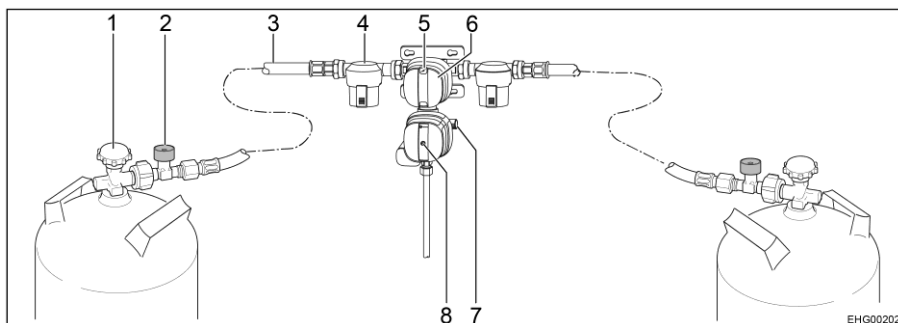

Bild 133 Säkerhetsgastryck-styrssystem DuoControl CS
DuoControl-styrssystemet består av en omkopplingsventil och en crashsensor. DuoControl-styrssystemet är monterat mellan högtrycksslangarna (Bild 133,3) med slangbrottssäkring (Bild 133,2). Med vredet (Bild 133,6) på omkopplingsventilen ställer du in vilken gasflaska som ska användas som driftflaska och vilken som ska användas som reservflaska.
I fönstret (Bild 133,5) visas gasförsörjningens status:
Crashsensorn stänger av gastillförseln vid kraftig vibration (t. ex. vid en krock). Den gula återställningsknappens (Bild 133,8) läge indikerar crashsensorns driftstatus:
- När den gula återställningsknappen (Bild 133,8) är intryckt är crashsensorn driftklar.
- När den gula återställningsknappen (Bild 133,8) sticker ut är crashsensorn **inte** driftklar. Idrifttagning, se nedan.
Slangbrottssäkringen (Bild 133,2) stänger av gasflödet om den anslutna slangen går sönder. Slangbrottssäkringen måste aktiveras genom att trycka på den gröna knappen.
- Med vredet (Bild 133,6) på omkopplingsventilen väljs gasflaskan, som ska prioriteras (driftflaska). Vrid alltid vredet till stoppläget.
- Öppna huvudavstängningsventilerna (Bild 133,1) på gasflaskorna.
- Tryck in slangbrottssäkringens gröna knapp (Bild 133,2) i cirka 5 sekunder. I fönstret (Bild 133,5) visas den gröna markeringen.
- Om crashsensorn har utlöst (den gula återställningsknappen (Bild 133,8) sticker ut):
Tryck in den gula återställningsknappen (Bild 133,8) hårt, vrid lätt medurs och håll den intryckt i 5 sekunder. Säkerställ att återställningsknappen stannar klar i det intryckta läget ("driftklar").
- Stäng huvudavstängningsventilerna (Bild 133,1) på gasflaskorna.
Om den gröna kontrollampan (Bild 134,6) slocknar under drift och den röda kontrollampan (Bild 134,5) tänds är driftflaskan tom och måste bytas ut. I fönstret (Bild 133,5) för gasflaskan visas den röda markeringen. Gasförbrukarna försörjs med gas från reservflaskan.
- Vrid vredet (Bild 133,6) till stoppläget i riktning mot den aktuella gasflaskan. Då blir denna gasflaska driftflaska och den tomma flaskan blir reservflaska. Markeringen i fönstret (Bild 133,5) växlar från rött till grönt.
- Stäng huvudavstängningsventilen (Bild 133,1) på den tomma gasflaskan. Beakta pilriktningen.
- Tryck på den gröna knappen på slangbrottssäkringen (Bild 133,2).